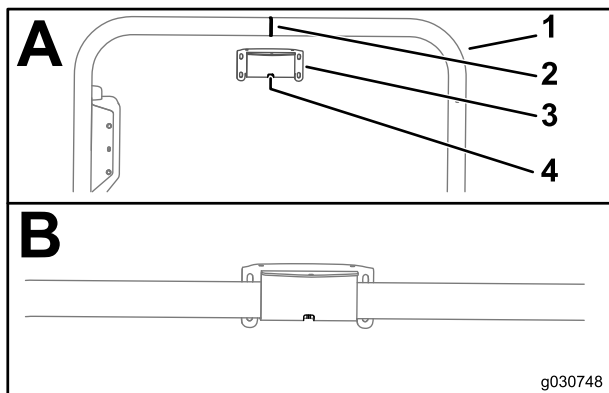

Figura 123
1. Allineate l'intaglio che si trova al centro del supporto del ricevitore con la saldatura nella linea centrale del tubo del ROPS (Figura 123).